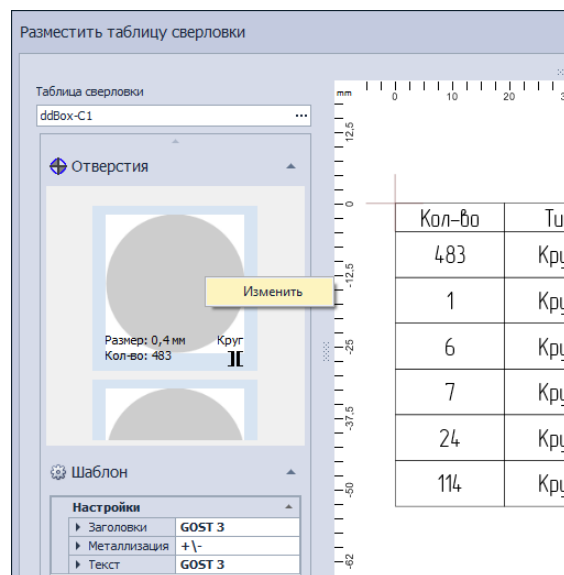

Рис. 71 Вызов окна назначения символов отверстиям
1. На любой иконке отверстия вызвать контекстное меню и выбрать «Изменить», см. Рис. 71.